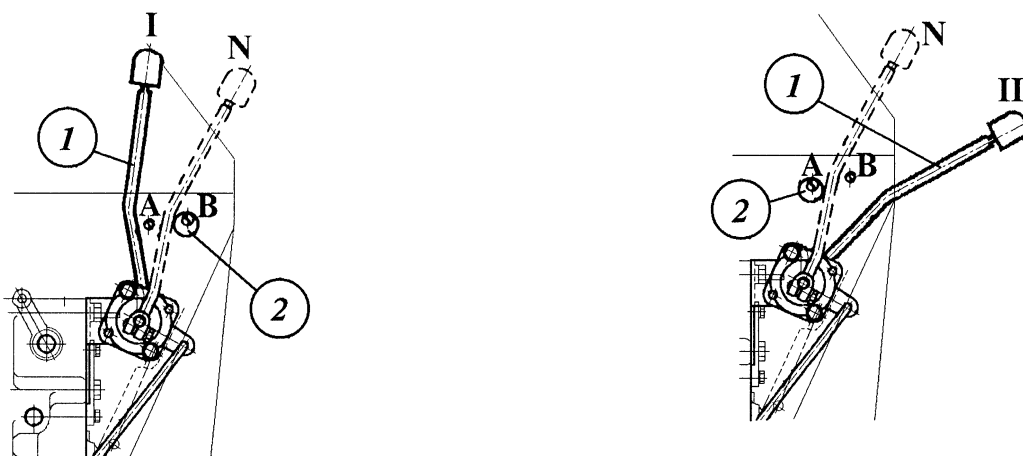

Рис. 33 Управление ВОМ
1. Установите зависимый или синхронный режим рычагом 1 (рис. 33) управления.
Для установки зависимого режима (см. рис. 33, а):
Для установки синхронного режима работы (см. рис. 33, б):